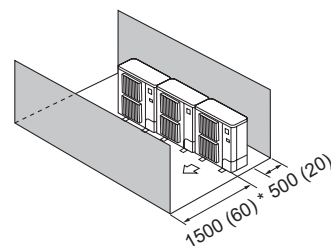

Fig. 2-15
(4) Obstáculos sólo en la parte delantera y trasera (Fig. 2-15)